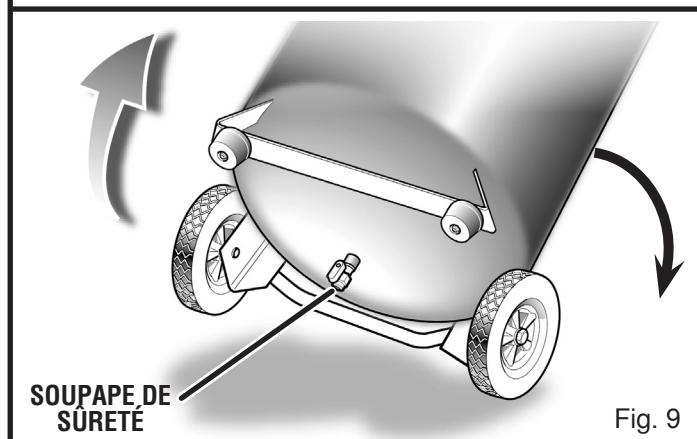

Fig. 9
- Tenir le compresseur incliné (figure 9) jusqu'à l'élimination totale de l'humidité.